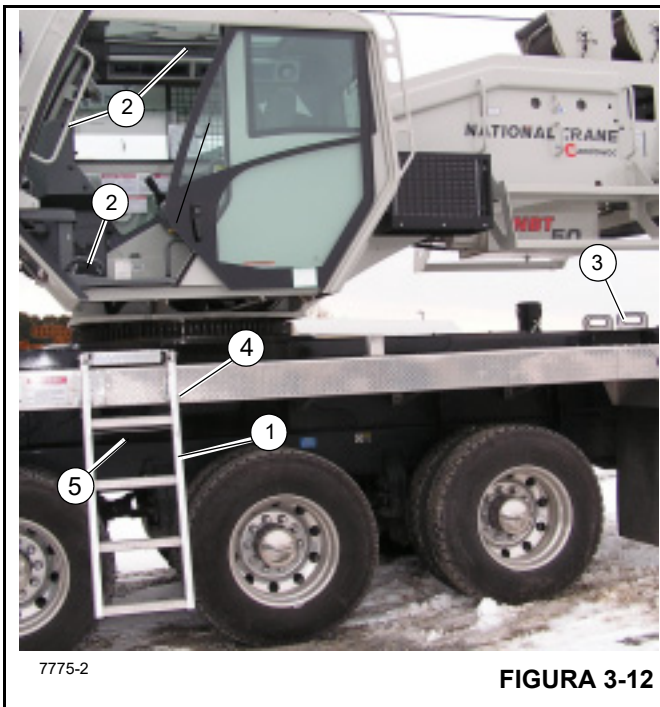

FIGURA 3-12
Para entrar en la cabina de la grúa, use la escalerilla (1, Figura 3-12) almacenada al lado de la cabina en la plataforma del vehículo y colóquela como se ilustra en la Figura 3-12. La escalerilla se asegura en posición por medio de trabas (4). Suba la escalerilla y al mismo tiempo tome las agarraderas (2) en la entrada de la cabina para entrar en la cabina. No intente entrar a la cabina por ningún otro medio. Suelte la escalerilla utilizando la manija (5) y eleve y gire a la posición de almacenamiento.
el lado izquierdo en la Figura 3-12). Se proveen dos juegos de agujeros en el lado izquierdo de la grúa para insertar la escalerilla (3) en las mismas posiciones que se ilustran en la Figura 3-12.